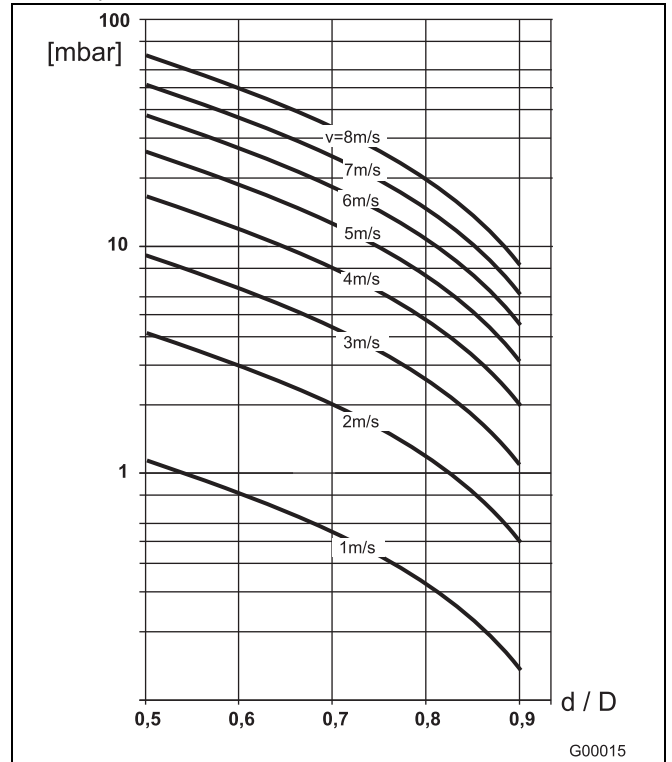

Fig.28
2. Consulter le nomogramme de débit (Fig.28) pour connaître la vitesse d'écoulement.
3. Lire la perte de pression sur l'axe Y sur la Fig.28.